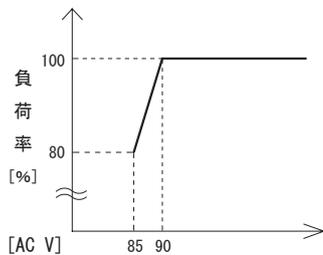

図3.2 入力電圧ディレーティング特性
- 入力電圧によるディレーティング特性を図3.2に示します。